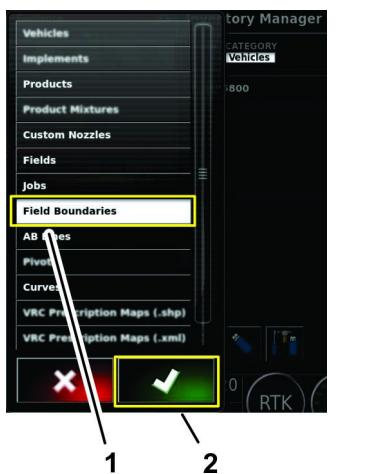

图 99
- 在类别列表中按想要导出的信息类别的图标然后按“确认”图标图 99。